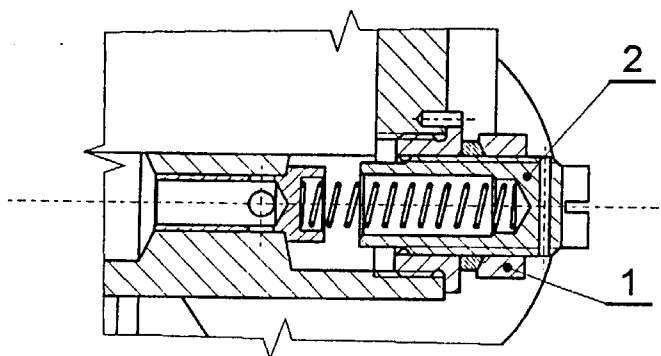

Рис. 7-7
- а/ Регулировочный винт находится в правой стороне маслососа см. рис. 7-7.